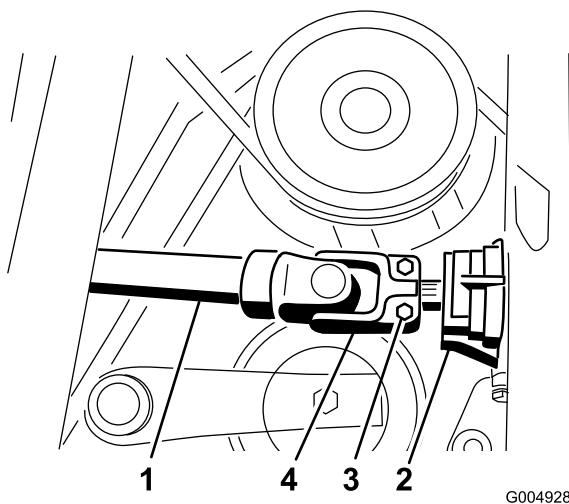

Figure 28
7. Glissez l'arbre d'entraînement sur l'arbre de la boîte d'engrenage (Figure 28). Montez la goupille cylindrique et serrez les boulons à un couple de 19,75 à 25,40 Nm (175 à 225 lb-po).